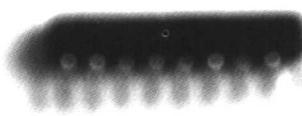

图 1-3 排电阻
(3) 保险电阻。保险电阻具有双重功能，在正常情况下具有普通电阻的电气特性，一旦电路中出现过压、过流或某个元器件损坏，保险电阻就会在规定的时间内熔断，从而达到保护其他元件的目的。
(4) 线绕电阻。线绕电阻是用康铜丝或锰铜丝缠绕在绝缘骨架上制成的，而线绕可调电阻主要用在各种低频电路的电压或电流调整。有些车型的自动变速器电脑中就用到了一种白色的固定线绕电阻，起着限压限流作用。线绕电阻具有耐高温、精度高、功率大等优点，但其高频特性差，这主要是由于其分布电感较大。线绕电阻广泛应用在低频的精密仪表中。
(5) NTC 和 PTC 热敏电阻。NTC 热敏电阻是一种具有负温度系数的热敏元件，其阻值随温度升高而减小，可用于稳定电路的工作点。PTC 热敏电阻是一种具有正温度系数的热敏元件。在达到某一特定温度前，电阻值随温度升高而缓慢下降，当超过这个温度时，其阻值急剧增大，这个特定温度点称为居里点。PTC 热敏电阻的居里点可通过改变其材料中各成分的比例而变化。汽车电子控制系统中的水温传感器、空气温度传感器用的都是热敏电阻。
(6) 光敏电阻。光敏电阻是一种电导率随着吸收的光量子多少而变化的敏感电阻。它是利用半导体的光电效应特性制成的。其电阻值随着光照的强弱而变化。光敏电阻主要用于各种自动控制、光电计数、光电跟踪和照相机的自动曝光等场合。
(7) 其他敏感电阻。湿敏电阻、磁敏电阻、气敏电阻、力敏电阻、压敏电阻等敏感电阻在汽车领域中广泛应用，很多汽车电脑中并接在电源电路上的是压敏电阻。在汽车空调系统中也用到了光敏电阻和湿敏电阻。
(8) 排电阻。在汽车电脑中还经常用到排电阻，见图 1-3。它是一种将按一定规律排列的分立电阻器集成在一起的组合型电阻器，也称集成电阻器。排电阻有单列式 (SIP) 和双列直插式 (DIP) 两种结构，其中单列式用得最多。排电阻具有体积小、安装方便等优点，在各种电子电路中与大规模集成电路（如 CPU 等）配合使用。内部电阻器的排列有多种形式，常用的几种见图 1-4。排电阻适合用在多个电阻阻值相同，而且其中的一个引脚都连在电路的同一位置的场合。排电阻比分立电阻体积小，安装方便，但价格也稍贵。